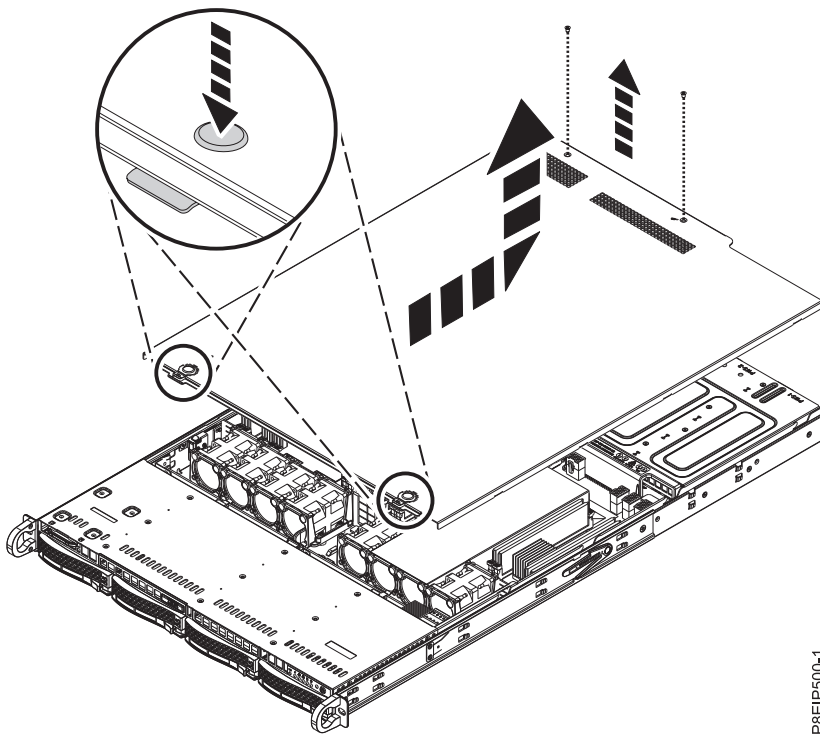

図 82. カバーを解放して開く
2. カバーの後部から 2 本のカバーねじ (1) を取り外します。
3. トップ・カバー (2) の両方のボタンを押してラッチを解放し (図 82 を参照)、カバーが止まるまで約 1 cm 後方に押します。 ボタンを簡単に押し込めない場合は、ボタンの真下のドライブを部分的に取り外します。